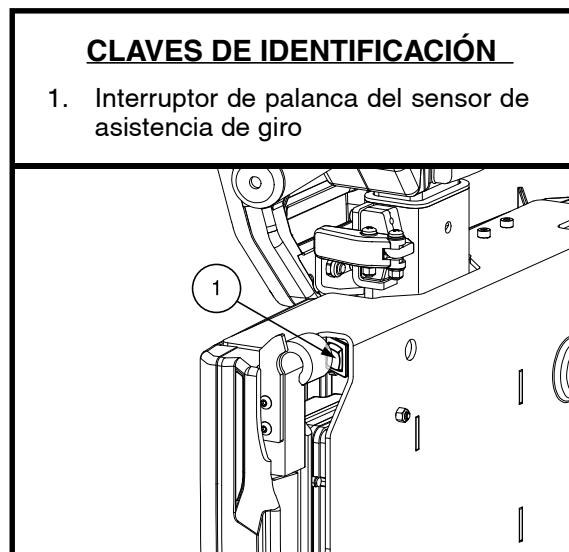

Figura 11. Sensor de asistencia de giro
Su scooter está equipado con un sensor de asistencia de giro que ayuda a controlar la velocidad de su scooter al negociar giros. El interruptor del sensor de asistencia de giro viene activado de fábrica y puede desactivarse mediante un interruptor de palanca. Ver figura 11.
1. Localice el interruptor de palanca del sensor de asistencia de giro. Ver figura 11.